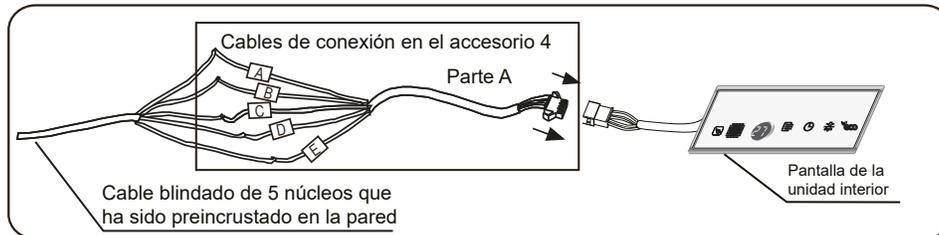

Figura 7
1. Conecte el terminal de 5 vías más grande de la pieza A de conexión a la pantalla de la unidad interior. Conecte el otro extremo de los cables de conexión de la parte A (el extremo de corte) al cable blindado de 5 núcleos preincrustado en la pared (vea la Figura 7).